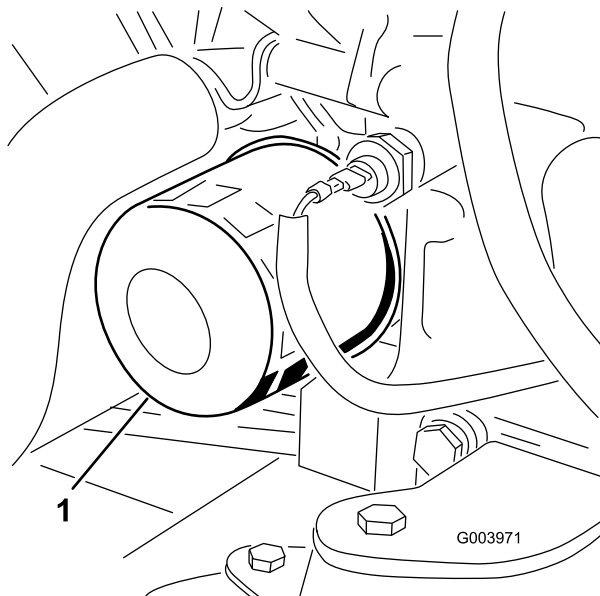

Bild 61
3. Entfernen Sie den Ölfilter (Bild 61).